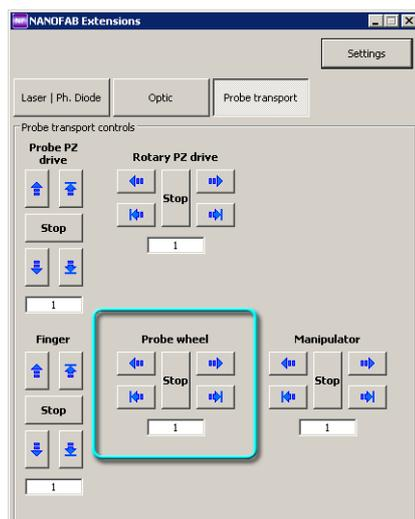

Рис. 5-10
- а. Перейдите на вкладку **Probe transport**, нажав одноименную кнопку. Для управления каруселью предназначены кнопки раздела **Probe wheel** (Рис. 5-10).